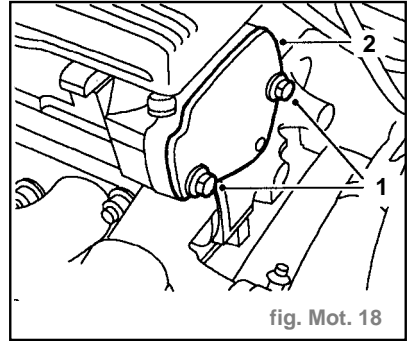

fig. Mot. 18
- Enlever le boulon d'assemblage maintenant la barre d'appui du moteur sur le support du carter/boîte de vitesses (2).
- Enlever les 2 boulons maintenant la plaque de recouvrement arrière d'arbre à cames sur la culasse (1) (fig. Mot. 18).
- Déposer la plaque de recouvrement d'arbre à cames (2).
- Installer le support de levage outil 18G 1572/1 sur la culasse. Poser les boulons et les serrer à 0,9 daN.m (1) (fig.